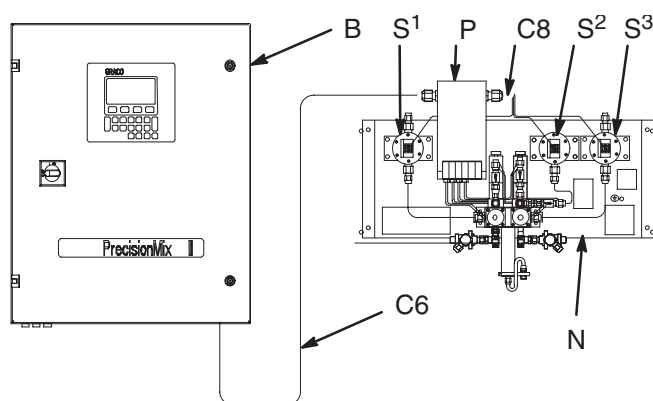

Fig. 3.10
1. Se suministran 15,2 m de cable (C6), para conectar la caja solenoide del panel de fluido (P) y el controlador PrecisionMix II (B). Vea la Fig. 3.10.